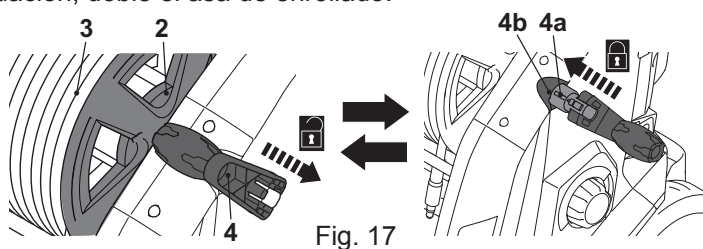

Fig. 17
1. Extraer el asa de enrollado (4) de la carcasa y desplegarla para desbloquear el carrete de la manguera (2) y el asa misma (Fig. 17).
2. Extraer la manguera de presión (3) del carrete (2) para el funcionamiento.
3. Girar el asa de enrollado(4) en el sentido de las agujas del reloj para enrollar la manguera de presión (3) para su almacenamiento. Libere la presión de la manguera antes de enrollarla: apague el producto con el dial de control y apriete el gatillo de la pistola hasta que se libere la presión.